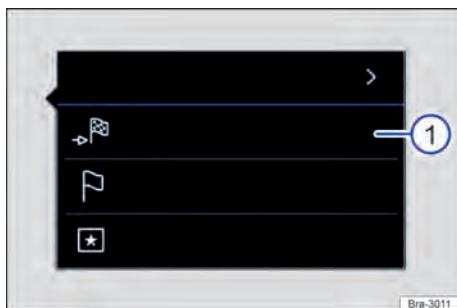

Fig. 148 Tocar o ponto desejado no mapa para registro direto do destino.
O mapa de navegação para o seu país contém em vários locais áreas ativas, próprias para uma entrada de dados diretamente a partir do mapa. Para isso toque com o dedo no local desejado no mapa e havendo para este local dados ativos, abre-se uma janela adicional referente ao destino tocado → Fig. 148 ①.
→ Fig. 148 ①: